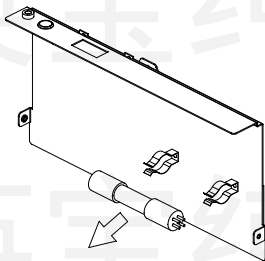

图 4.12 光触媒组件维护步骤四示意图
- 4) 将光触媒组件从卡扣中取出，并将新的光触媒备件安装在卡扣上。如图 4.12；